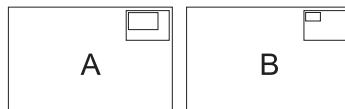

Рис. 18. Пример изменения увеличения
При изменении степени увеличения или положения увеличенного участка соответственно изменяется и картинка на экране, изменение также отображается в окошке состояния. Например на рис. 18 показано увеличение с 200% (A) до 400% (B).